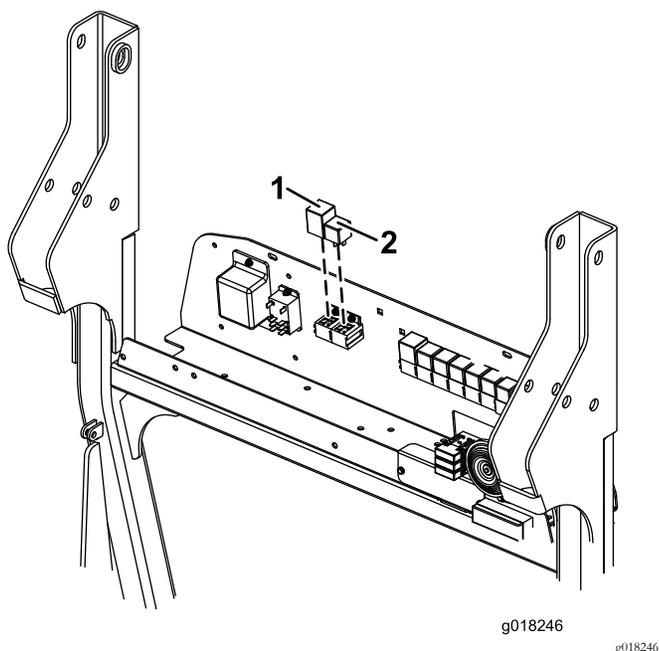

Figura 12
5. Enchufe el relé de intermitencia en el zócalo de relé libre de la izquierda, y enchufe el relé estándar más corto en el zócalo libre de la derecha (Figura 12).